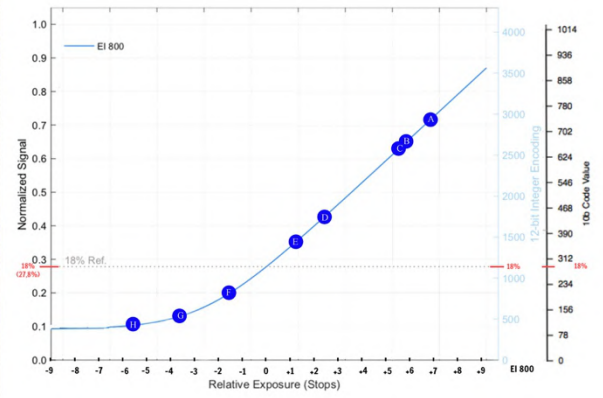
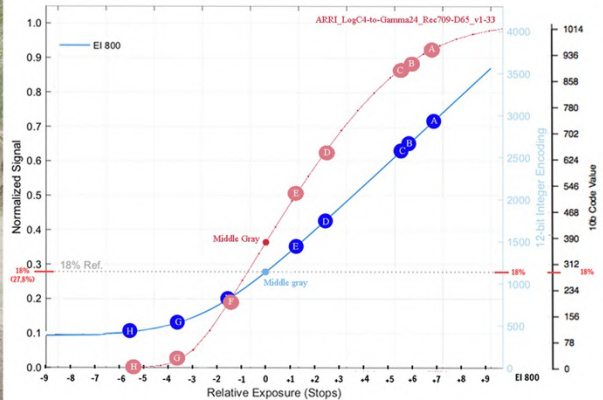

Figura 85. Alexa 35 4.6K 16:9 4608x2592 Arriraw HDE. EI800. ND 0.6 OBT 172.6 6500K. Textura K445 Default LogC4 a Rec 709. Lente Signature 25mm T 4 1/3
Figura 85B
En el fotograma del carpintero (*figura 85*) tenemos un rango de la escena de cerca de 14 stops que la cámara resuelve sin ningún problema. Todo el exterior conserva la textura de las maderas (C), los árboles y la arena del suelo (B). En el interior llegamos a ver detalle hasta los -5 (H). La *figura 85B* muestra al imagen corregida con la lut de ARRI 709. En la gráfica de las curvas hemos superpuesto la Logc4 EI 800 con la lut para ver como cambian los valores de brillo en función de la misma. Vemos que las sombras se entierran bastante, algo que hemos observado en todas las pruebas. El valor del gris medio en logC4 está en 27,8% ,cuando le aplicamos la Lut este valor se convierte aproximadamente en el 37% (*figura 85C*), un valor por debajo del 42% estandarizado para dicha curva Rec709. A la hora de corregir color con dicha lut hemos tenido que subir la gama y las sombras para tener una imagen menos enterrada en los negros.